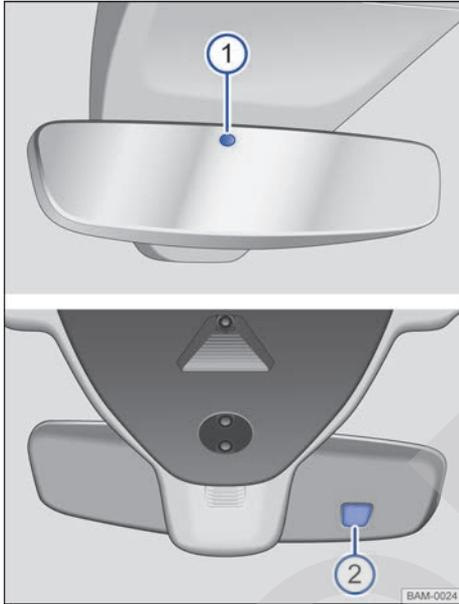

Fig. 115 En el parabrisas: retrovisor interior antideslumbrante automático.
Con el encendido conectado, los sensores miden la incidencia de la luz por detrás → fig. 115 ① y por delante ②.